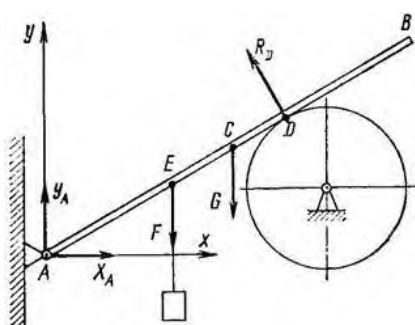

Рисунок 11
2. Однородный брус АВ (рис. 11) весом $G = 250$ Н прикреплен к стене при помощи шарнира А и в точке D опирается на гладкий цилиндр. В точке Е к бусу подвешен груз $P = 800$ Н. Определить реакцию цилиндра и шарнира, если $AE = 1,2$ м; $AC = BC = 1,5$ м; $AD = 1,7$ м и $\angle BAx = \alpha = 40^\circ$.